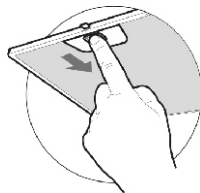

рис. 4
8.3 Для очистки алюминиевого фильтра извлеките его из вытяжки (рис. 4) и произведите очистку с помощью щетки горячим водным раствором нейтрального моющего средства вручную или в посудомоечной машине (при 60°C). Сильно загрязненный фильтр не следует мыть в посудомоечной машине вместе с посудой. Старайтесь не сгибать фильтр при мойке. Возможное изменение цвета фильтра, с течением времени, не приводит к снижению эффективности его действия.
- снимите алюминиевый фильтр (рис. 4);
- перед установкой вытяжки снимите алюминиевый фильтр (рис. 4);